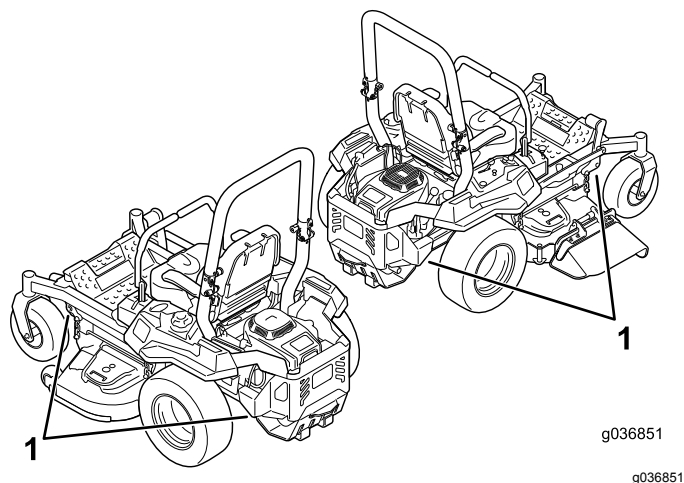

Figure 35
5. Servez-vous des points d'attache en métal de la machine pour l'arrimer solidement sur la remorque ou le véhicule de transport au moyen de sangles, chaînes, câbles ou cordes (Figure 35).